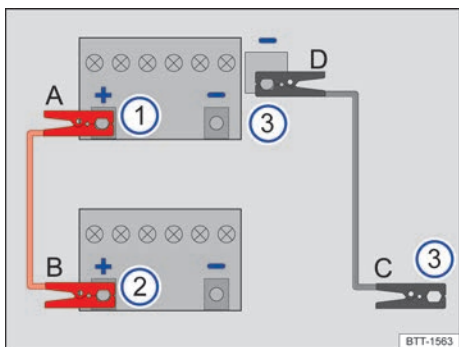

图 141 应急启动 - 电缆连接示意图
→ 图 141 的图例:
仅按照顺序 A - B - C - D 连接应急启动电缆 → 图 141。
- 将**红色**应急启动电缆的一端连接到 12V 汽车蓄电池 → 图 141 ① 电量耗尽的车辆的正极 (+) 上 → ▲。
- 将**红色**应急启动电缆的另一端连接到供电车辆 → 图 141 ② 的正极 (+) 上。
- 将**黑色**应急启动电缆的一端连接到应急启动接点 (接地端) → 图 141 ③ 上。
- 将**黑色**应急启动电缆的另一端连接到 12V 蓄电池电量耗尽的车辆 → 图 141 ③ 上。→ ▲
- 仅按照顺序 D - C - B - A 断开启动辅助电缆 → 图 141。